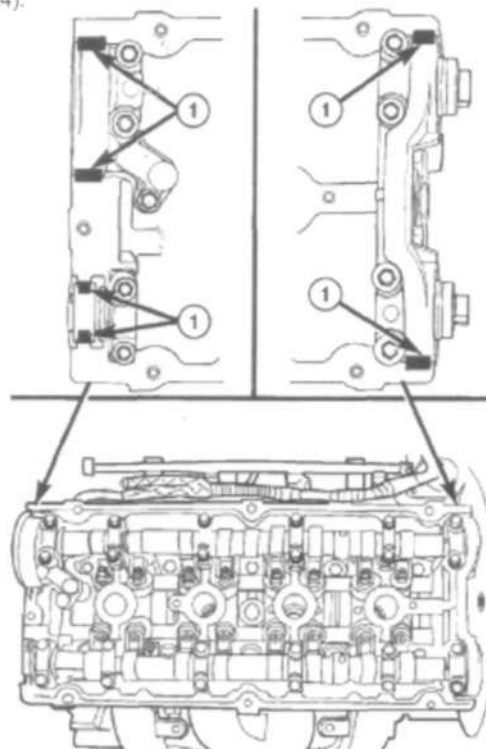

Рис. 24 Расположение герметика
(3) Нанести герметик Mopart Engine RTV GEN II на углы крышки распредвала и на верхнюю кромку полукруглых уплотнений (Рис. 24).